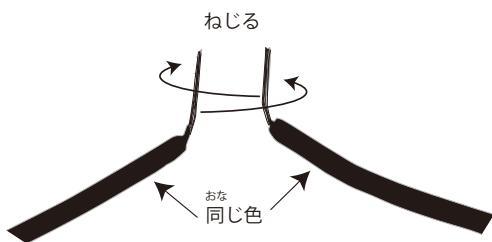
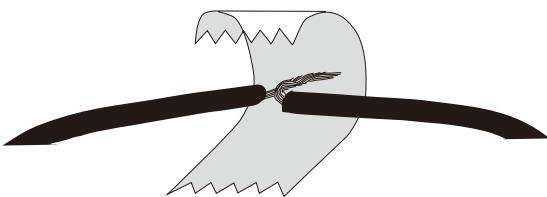

図1 線をねじる
図2 セロハンテープでおおう
1) 図1 のように LED テープの赤い線と電池スナップの赤い線の先端の金属の部分をねじります。ねじつたら、図2 によりセロハンテープでおおいます。